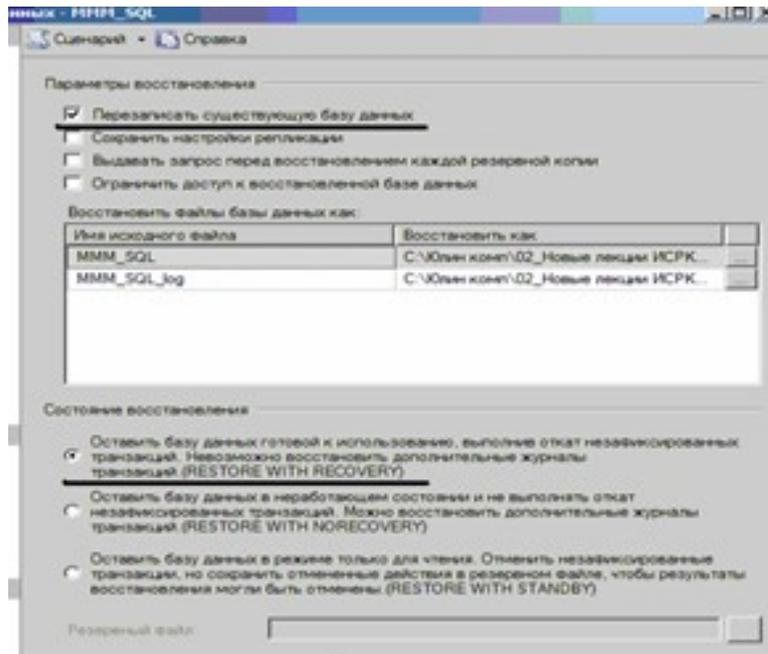

Рисунок 8 – Задание параметров восстановления
1. необходимо включить опцию «Перезаписать БД» и «оставить БД готовой к использованию», (рисунок 8).